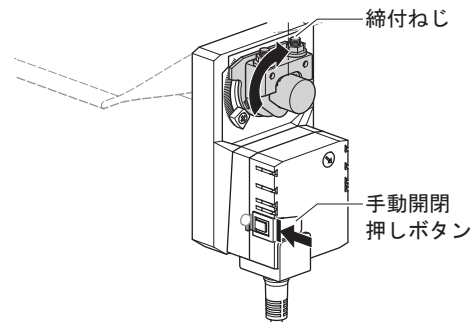

図6
- (3) 手動開閉押しボタンを押しながら、手で締付ねじが垂直になる位置（図6参照）までダンパ操作器を操作します。